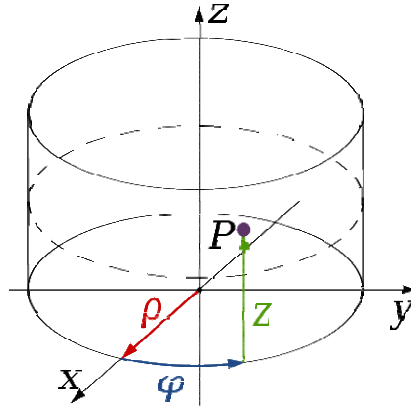

Рис. 5.4. Циліндрична система координат
**Циліндрична система координат** – тривимірна система координат, кожна точка якої задається двома полярними координатами на перпендикулярній проекції деякої фіксованої площини та відстанню (зі знаком) від цієї площини (рис. 5.4).